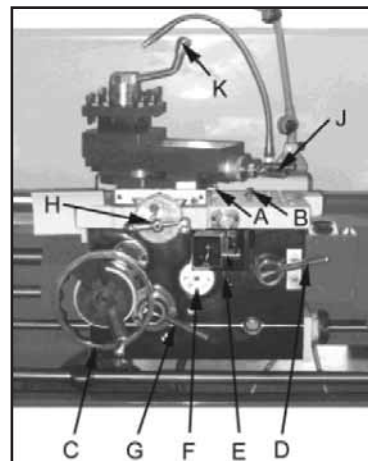

Fig. 13
6. Tvärslidslås: (A, fig. 13) Spaken sitter på tvärslidens vänstra sida. Vrid medurs för att låsa och moturs för att låsa upp.
7. Slädlås: (B, Fig. 13) Spären sitter upptill till höger på släden. Vrid medurs för att låsa. Vrid moturs för att låsa upp. (Observera: Slädlåset måste vara öppet när släden flyttas, annars kan svarven gå sönder.)
8. Ratt för längdrörelse: (C, fig. 13) Sitter på förklädet. Vrid ratten medurs för att flytta förklädet mot dubbdockan (åt höger). Vrid ratten moturs för att flytta förklädet mot spindeldockan (åt vänster).
9. Längd-/tvärmatningsspåk: (E, fig. 13) Kan ställas i tre lägen: övre, mitre och nedre läget. Tryck spaken uppåt för tvärmatningen. Tryck spaken nedåt för längdmatningen. När spaken står i mittläget, kan skruven säkras med halvmuttern.
10. Halvmuttersspåk: (D, fig. 13) sitter fram på förklädet. Används vid gängskärning.
11. Matarkuggsspåk: (G, fig. 13) Sitter fram på förklädet. Dra spaken uppåt för att kugga in. Dra spaken nedåt för att kugga ur.
12. Justerbar matarspåk: (F, Fig. 13) Om maskinen är överlastad kan den slira. Då måste skärhastigheten minskas. Observera: Denna inställning har kalibrerats på fabrik och ska inte behöva ändras. Om inställningen trots detta behöver justeras, följ schemat på förklädets framsida.
13. Ratt för tvärrörelse: (H, fig. 13) Sitter ovanför förklädet. Om den vrids medurs flyttas tvärsriden bakåt på maskinen.
14. Längdreglage för support: (J, fig. 13) Sitter bak på supporten. Vrid medurs eller moturs för att flytta eller fixera reglaget.
15. Stålhållarlås: (K, fig. 13) Sitter upptill på stålhållaren. Vrid moturs för att öppna låset och medurs för att låsa det.